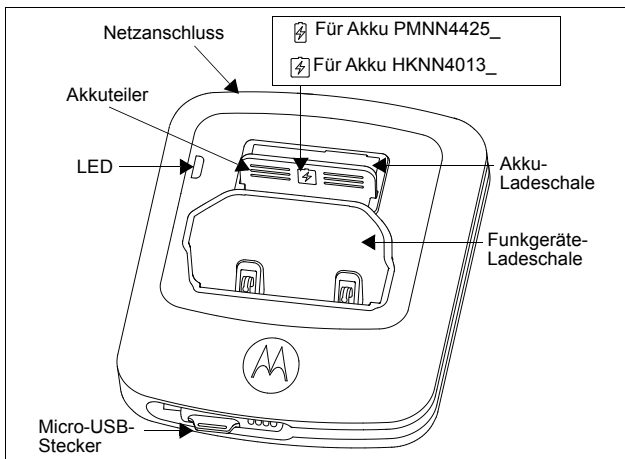

Abbildung 1: Ladegerät für Dreifachgeräte
- a. Ziehen Sie den Akkuteiler heraus, und drehen Sie ihn gemäß des Typs des aufzuladenden Akkus. Schieben Sie ihn dann zurück in den Steckplatz. (Siehe Abbildung 1.)